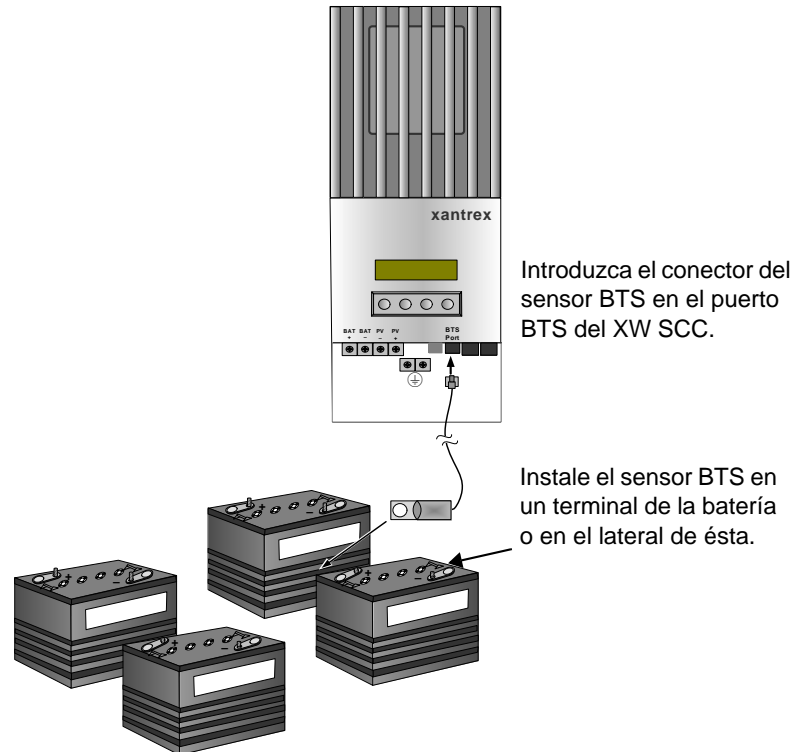

Figura 2-15 Instalación del sensor BTS
4. Haga pasar el extremo del cable del sensor BTS a través de uno de los orificios para conductos del XW SCC e introduzca el conector en el puerto BTS. Véase la Figura 2-15.